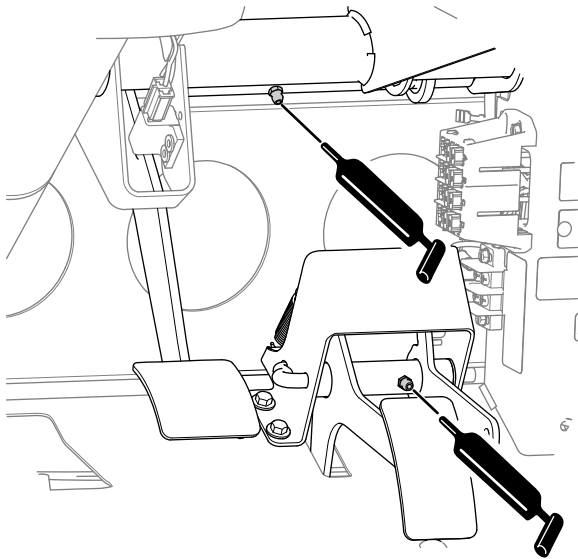

Рисунок 48
- Тормоз (1 шт.); см. Рисунок 48
- Педаль акселератора (1 шт.); см. Рисунок 48